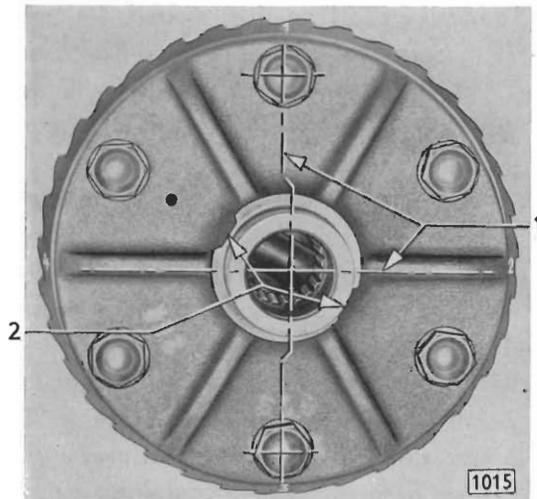
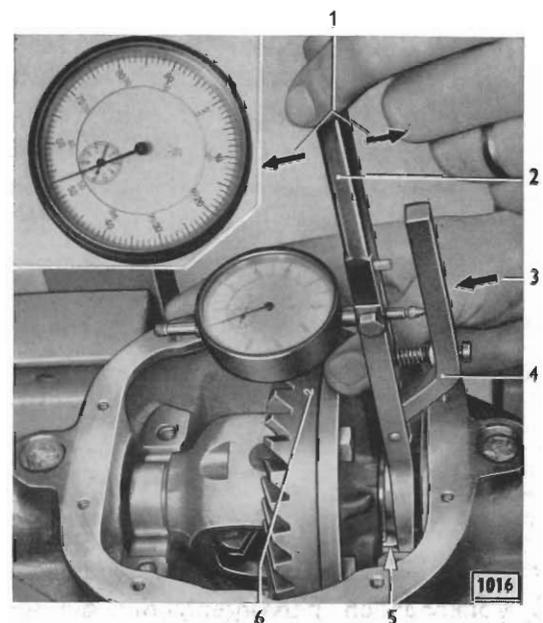

Bild 94 - Tellerrad mit vier gleichmäßig am Umfang verteilten Markierungspunkten (Zahlen) versehen
Bild 95 - Mit Meßschere auf der Tellerradseite Breite zwischen Hinterachs- und Ausgleichgehäuse messen
Die Halbringe werden in die Lagerstellen im Hinterachsgehäuse eingelegt (Bild 93) und dienen einmal als Aufnahmen für die Ausgleichgehäuselagerzapfen und zum anderen als Auflagen für die Gabelarme der Meßschere beim Messen der Breite zwischen Ausgleich- und Hinterachsgehäuse (Bild 95 und 96).
Beim Messen der Breite zwischen Hinterachs- und Ausgleichgehäuse mit der Meßschere (Bild 95 und 96) **bleibt das Zahnflankenspiel zwischen Teller- und Antriebkegelrad zunächst unberücksichtigt. Das Zahnflankenspiel wird erst bei der Ermittlung der Scheiben für die Ausgleichgehäusekegellager durch Scheiben festgelegt** (siehe nachstehende Position 14 und Rechenbeispiel).
len von 1 bis 4 anbringen (Bild 94). Dabei dürfen die Ebenen (94/1) der Markierungspunkte nicht durch die Ebenen der beiden Aussparungen (94/2) am Ausgleichgehäuse führen. Dies ist erforderlich, um beim Messen mit der Meßschere keine unterbrochene Meßfläche für den auf der Ausgleichgehäuse-seite liegenden Meßfühler (95/5) der Meßschere zu haben (Bild 95). **Die Markierungspunkte sind erforderlich, um die geringste Breite zwischen Ausgleich- und Hinterachsgehäuse festlegen zu können.**
8. Ausgleichgehäuse mit einem Markierungspunkt (95/6) nach oben in Halbringe im Hinterachsgehäuse einlegen und so gegen das Antriebkegelrad verschieben, daß **kein** Spiel zwischen Teller- und Antriebkegelrad vorhanden ist. Dann Meßschere auf der Telleradseite zwischen Hinterachs- und Ausgleichgehäuse auf Halbring aufsetzen. Dabei muß der Meßfühler (95/5) des gebogenen Scherenarmes (95/4) der Meßschere auf der Ausgleichgehäuseseite liegen (Bild 95).
9. Zunächst eine Kontrollmessung an den vier Markierungspunkten auf der Tellerradseite (Bild 95) vornehmen, um festzustellen, an welchem Punkt die **geringste Breite** zwischen Ausgleich- und Hinterachsgehäuse vorliegt. Beim Messen an einem Markierungspunkt Ausgleichgehäuse mit Tellerrad gegen Antriebkegelrad drücken (95/3) und Meßschere abwechselnd nach rechts und links schwenken und Höchstausschlag des Meßuhrzeigers feststellen. Die Meßuhr in Bild 95 zeigt am Punkt „2“ z. B. 19,47 mm an. Dieser abgelesene Meßwert ergibt sich wie folgt:
In Nullstellung der Meßuhr beim Einstellen der Meßschere auf 18 mm Breite stand der Zeiger der Millimeter-Skala (92/5) zwischen den **roten Zahlen** „1 und 2“ (siehe Meßschenstellung „A“ in Bild 92). Bei der vorgenommenen Messung steht der Zeiger der Millimeter-Skala auf „3“ (Bild 95). Daraus ist ersichtlich, daß der Zeiger im Uhrzeigersinn etwa 1,5 mm abgewandert ist und die Breite sich vergrößert hat. Die geneue Verbreiterung $-1,47 \text{ mm} = \frac{147}{100}$ – ist auf der Hundertstel-Skala abzulesen. Zählt man die 1,47 mm zu den eingestellten 18 mm hinzu, so ergibt sich der Wert von 19,47 mm.